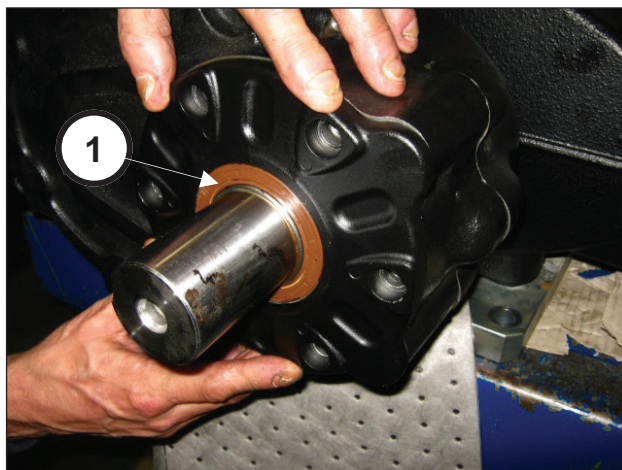

Fig. 87
Per evitare di danneggiare il paraolio prestare particolare attenzione all'inserimento della paraolio sul pignone (pos. ①, Fig. 87).